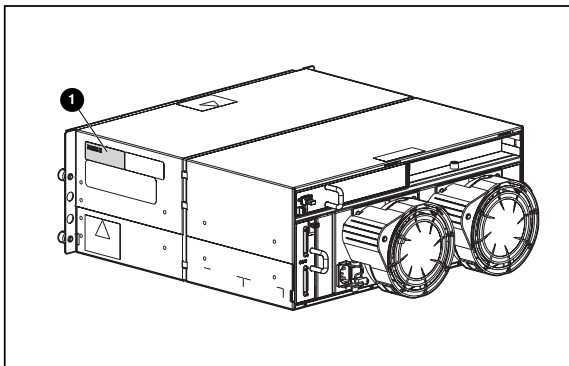

Abbildung 12: Position des Seriennummertiketts des Austauschgehäuses
1. Wenn Sie den Austausch beendet haben, schreiben Sie die Seriennummer des Originalgehäuses auf das Etikett des Austauschgehäuses ❶, das Sie an der in Abbildung 12 gezeigten Position finden.